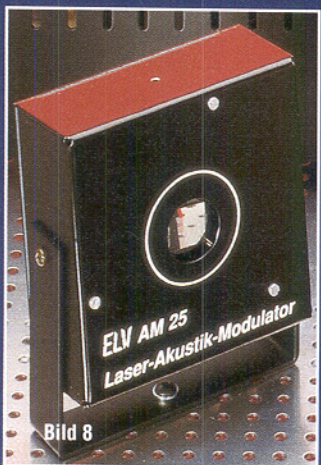

Bild 8
- Laser-Akustik-Modulator AM 25 zur Ansteuerung über NF-Signale (Bild 8)